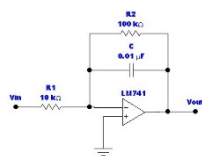

Рис.1
4. Является ли схема на рис. 1 идеальным интегратором входного напряжения?